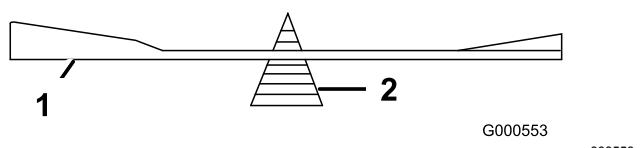

Figure 102
2. Vérifiez l'équilibre de la lame en la plaçant sur un équilibrEUR (Figure 102).